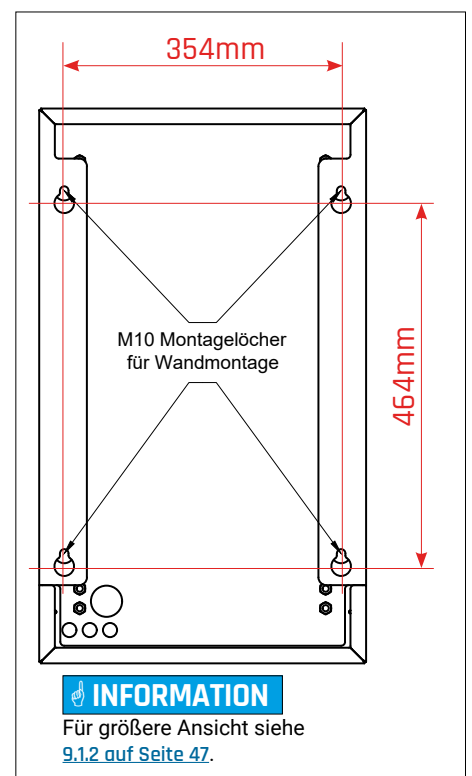

Abb. 25: Bohrlöcher Gehäuse Wandmontage
- 2 Alle 4 Bohrlöcher an der Montageposition aufzeichnen: Siehe Abb. 25 für Details.